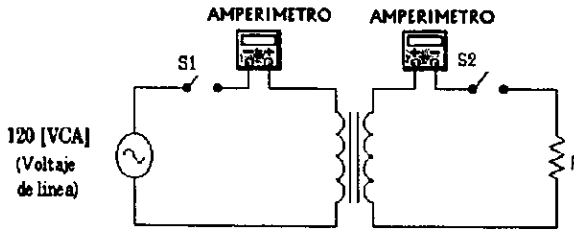

FIGURA 6
3. Arme el circuito de la figura 6, empleando las bobinas iguales (600 espiras).